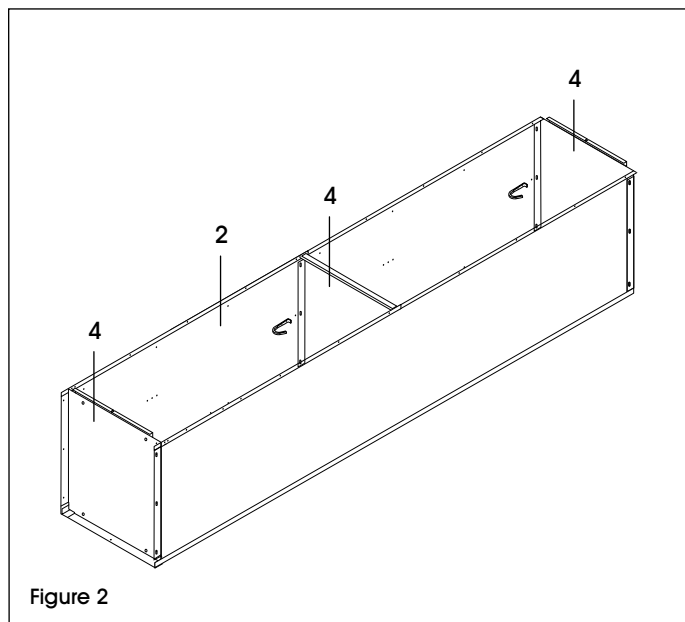
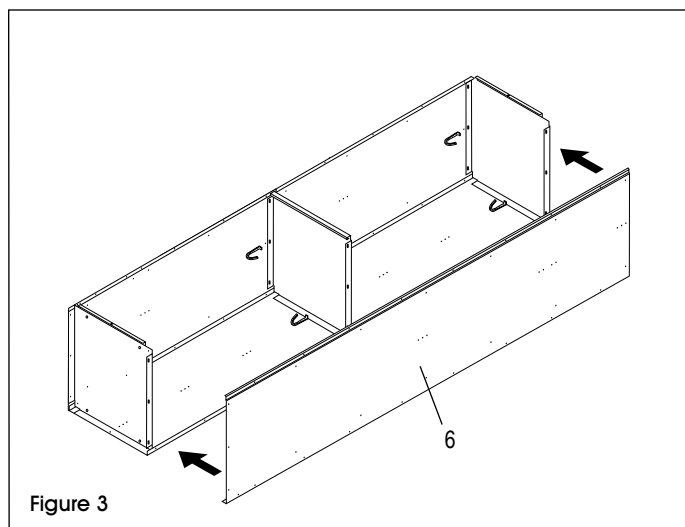

Figure 2
Figure 3
4. Ensuite, boulonnez la partie supérieure (4), inférieure (4) et intermédiaire supérieure (4) à l'arrière et au panneau du côté gauche, en utilisant 4 boulons et écrous pour chacun. (Voir Figure 2)
5. Installez les patères (5) aux panneaux arrière et du côté gauche :
6. Boulonnez le côté droit (6) à la partie arrière afin que la bride latérale s'ajuste autour de la partie arrière. Fixez le côté aux parties supérieure, inférieure et intermédiaire supérieure. Posez la patère restante au panneau du côté droit. (Voir Figure 3)